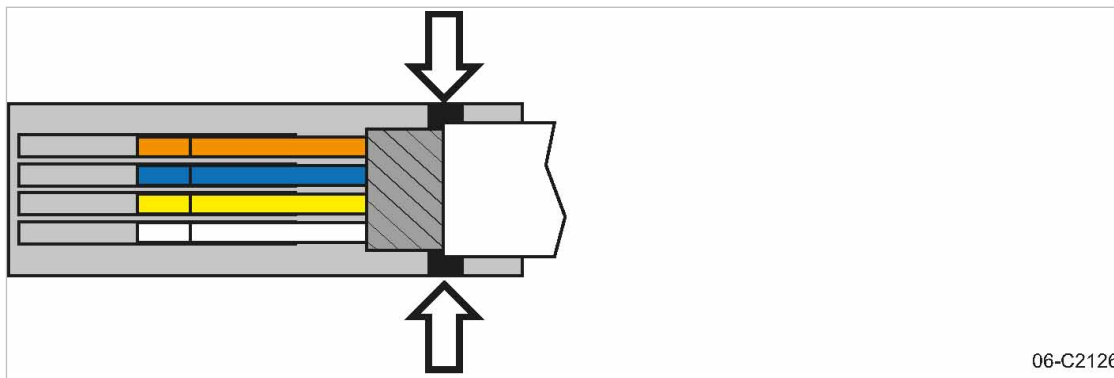

Fig. 6 Positionner le câble réseau
4. Positionner le câble réseau comme indiqué sur le schéma (voir fig. 6).